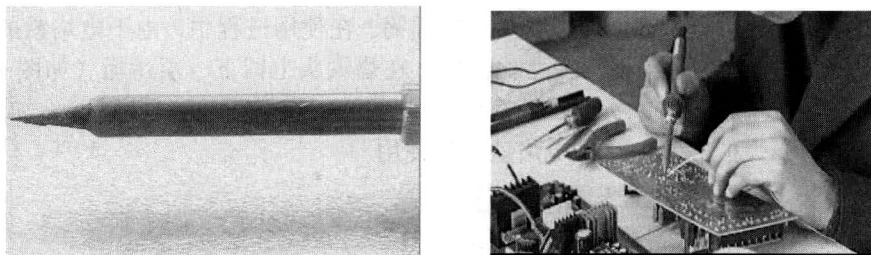

图 1-11 尖烙铁头适于焊接小焊点
② 若烙铁头已氧化,可把钢丝清洁球放在烙铁架盒内,将工作中的烙铁头在清洁球上扎几下,便可清除烙铁头上的氧化物。另外,可手握电烙铁手柄,将氧化的烙铁头浸入盛有酒精的容器中,经 $1\sim 2\text{min}$ 后取出,氧化物就被彻底地清除了。
③ 烙铁头使用一段时间后,表面将变得凹凸不平,要对烙铁头进行整形,可用砂纸和锉刀将其凹凸不平处修成平滑面。
④ 新型内热式电烙铁的头是尖的,结构简单,拆装方便,使用寿命长,而且不需锉刀修整,也不用挂锡,适于小焊点的焊接,如图 1-11 所示。